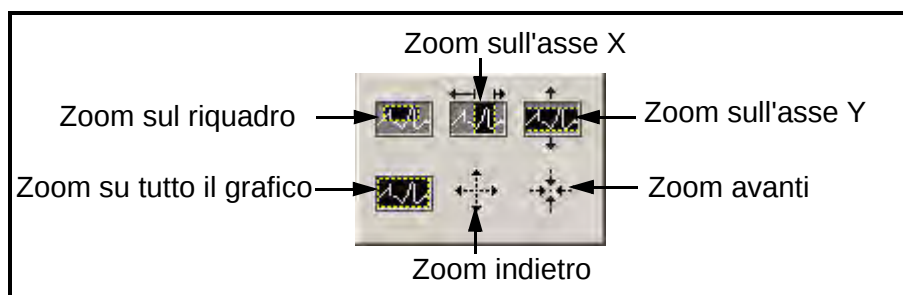

Figura 66: Strumento zoom
- Strumento zoom - Offre sei opzioni come illustrato nella Figura 66.